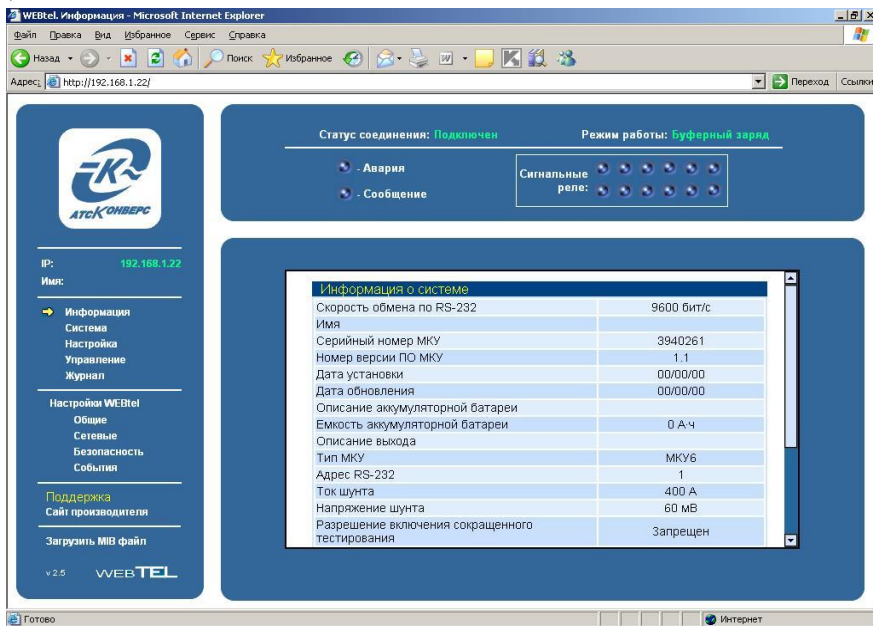

Рисунок 10 – Страница общей информации о контролируемом объекте
7.3.1 На этой странице выводится общая информация о контролируемой СБЭП (рисунок 10).